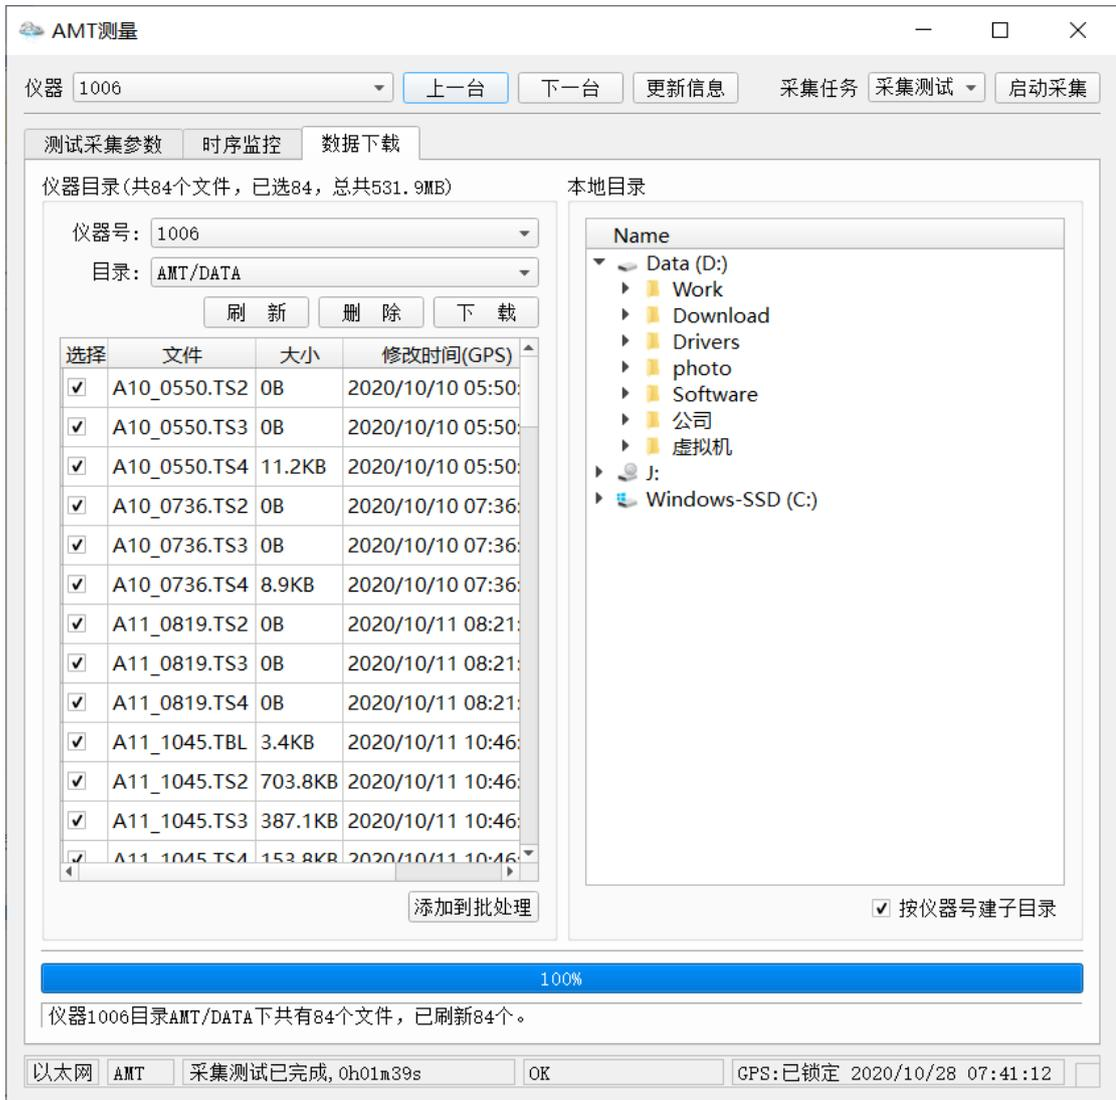

图 3-1. 文件下载的操作主页面
1. 在主页面中单击“下载数据”进入文件传输页面，如图 3-1 所示。